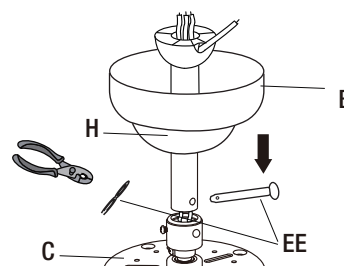

Figura 4
- Saque el pasador partido y el pasador pivotante (EE) de la bolsa de piezas sueltas y apártelos para su posterior restauración.
- Coloque la unidad de la vara (H) a través de la cubierta del techo (B) (Figura 4).
- Pase con cuidado los cables del ventilador por el conjunto del vástago (H).